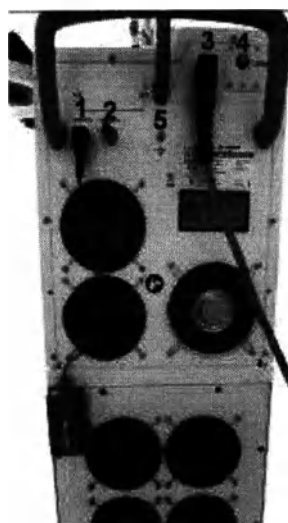

Рисунок 3.2: Вид сзади
Разъем дистанционного дверного блокиратора (дверной выключатель, см. Рисунок 3.2:) обеспечивает блокировку лазерной системы, если открывается дверь в рабочую комнату.
Все средства управления лазерной системой расположены на передней панели аппарата (см. Рисунок) для обеспечения легкого и безопасного доступа во время работы, за исключением основного выключателя питания и разъема педали (см. Рисунок 3.2:).
Терминал выравнивания потенциалов (см. Рисунок 3.2:) находится на задней стороне лазерной системы для обеспечения соединения с шиной выравнивания потенциалов электроустановки в лазерной комнате, если таковая имеется. Для этой цели необходимо использовать отдельный проводник выравнивания потенциалов, который может быть подключен к этому терминалу. Терминал соответствует стандарту IEC 60601-1.
- Проверьте и убедитесь, что главный выключатель (расположенный на задней стороне аппарата, см. Рисунок 3.2:) выключен.
- Подключите разъем педали (см. Рисунок 3.2:) к соответствующему порту на задней стороне устройства.